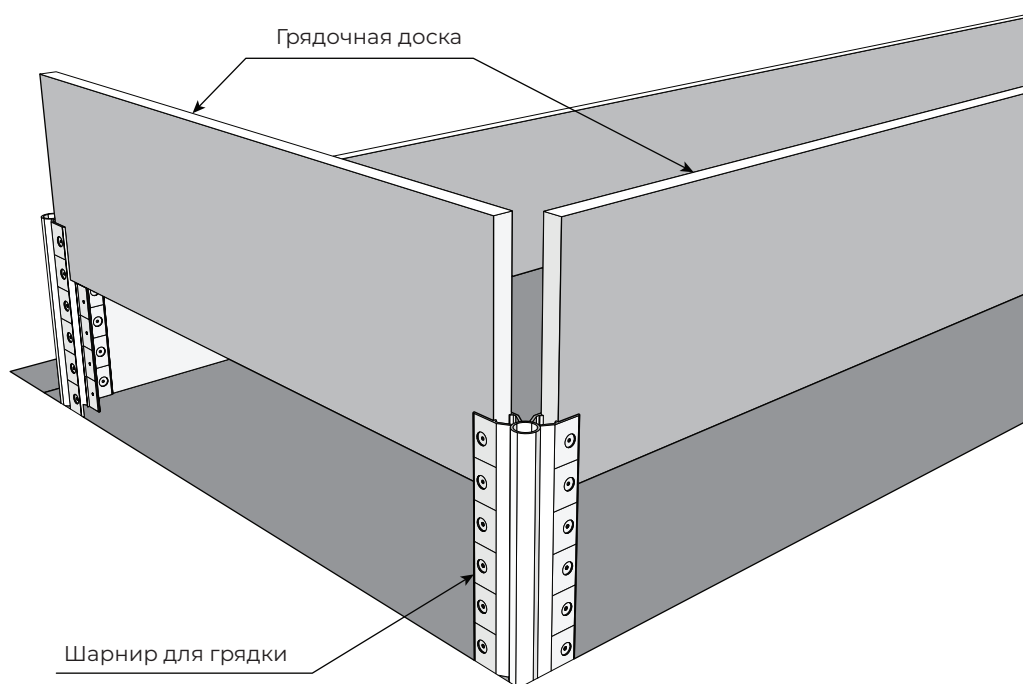

Рис. 4
3. На предварительно подготовленном основании собираем конструкцию из грядочных досок и шарниров. Доска свободно вставляется в пазы шарнира движением сверху вниз (рис.4).